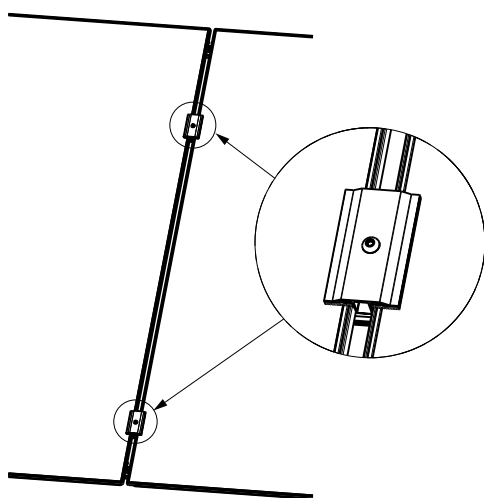

Fig. 27
3. Așezați următorul colector, avansați la conectorul collectorului, instalați clemele centrale (Fig. 27).